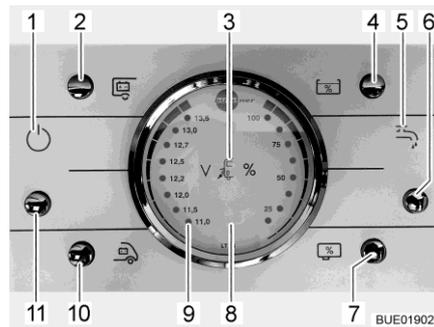

Fig. 135 Pannello di controllo LT 96
Il tasto (Fig. 135,11) inserisce o disinserisce il pannello di controllo e l'alimentazione a 12 V del vano abitabile.
**Accensione:** ■ Premere il tasto (Fig. 135,11): L'alimentazione a 12 V dell'abitacolo è inserita. La spia di controllo (Fig. 135,1) si accende.
**Spegnimento:** ■ Premere il tasto (Fig. 135,11): L'alimentazione a 12 V dell'abitacolo è disinserita. La spia di controllo (Fig. 135,1) si spegne.
Per l'indicatore volt/serbatoio (Fig. 135,8) leggere la scala sinistra. L'indicatore si illumina automaticamente appena viene premuto un tasto.
- Premere il tasto (Fig. 135,10): Viene indicata la tensione della batteria di avviamento.
- Premere il tasto (Fig. 135,2): Viene indicata la tensione della batteria dell'abitacolo.
Per l'indicatore volt/serbatoio (Fig. 135,8) leggere la scala destra. L'indicatore si illumina automaticamente appena viene premuto un tasto.
- Premere il tasto (Fig. 135,4): Viene indicato il livello del serbatoio dell'acqua.
- Premere il tasto (Fig. 135,7): Viene indicato il livello del serbatoio delle acque grigie.
- Premere il tasto (Fig. 135,6): L'alimentazione idrica è accesa. La spia di controllo della pompa dell'acqua (Fig. 135,5) si accende.
- Premere il tasto (Fig. 135,6): L'alimentazione idrica è spenta. La spia di controllo della pompa dell'acqua (Fig. 135,5) si spegne.
La spia luminosa rossa "ALARM" (Fig. 135,9) inizia a lampeggiare non appena la tensione della batteria dell'abitacolo scende al di sotto di 11 V (misurazione durante il normale esercizio) con conseguente rischio che la batteria si scarichi troppo.
La spia di controllo a 12 V (Fig. 135,1) si accende non appena viene inserito il tasto principale dei 12 V (Fig. 135,11).
La spia di controllo a 230 V (Fig. 135,3) si accende quando all'ingresso della centralina elettrica è presente una tensione di rete.